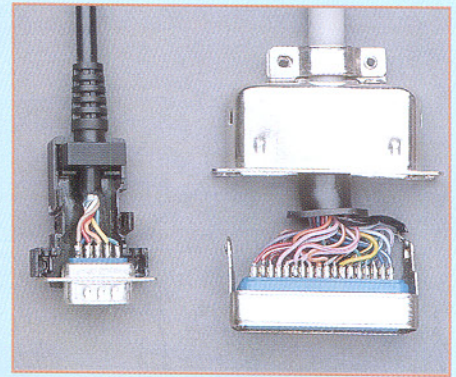

Bild 17: Fertig verlötete Muster eines Sub-D- und eines Centronics-Steckverbinders.
2. Abisolieren des Kabelmantels entsprechend der Steckerarmatur in einer Länge, daß alle Adern mit genügend Längenreserve an die Steckerkontakte gelangen können (siehe Beispiele in Abbildung 17).